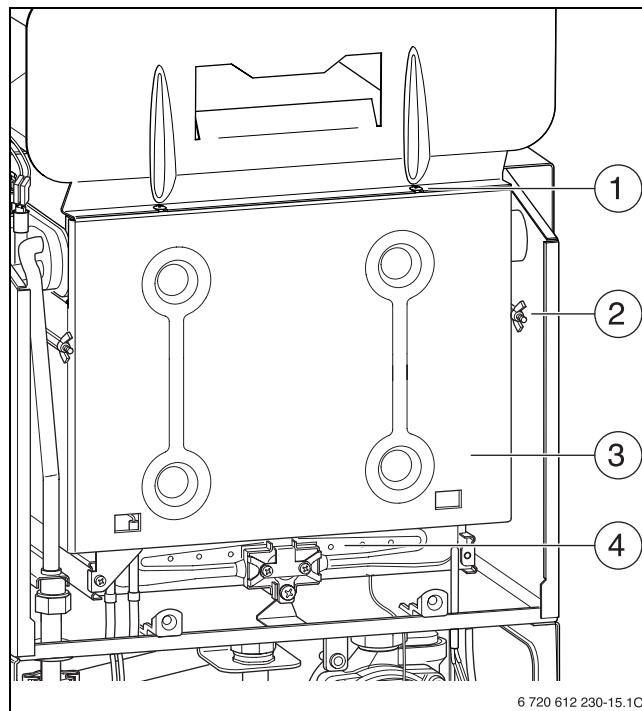

Рис. 71 Відкрити пальник
- Зняти передню стінку камери згоряння та пальник (→ рис. 71).